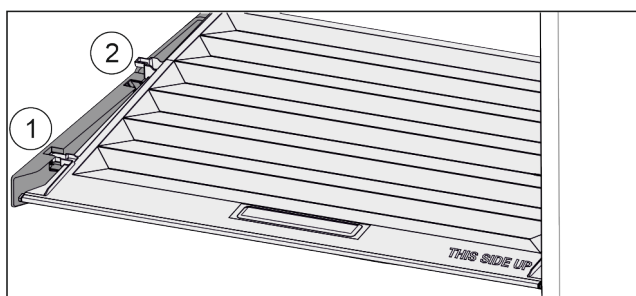

Fig. 142
- ▶ Pokrov povlecite naprej Fig. 142 (1) do odprtine v držalnih delih.
- ▶ Zadaj ga od spodaj dvignite in odstranite Fig. 142 (2) navzgor.